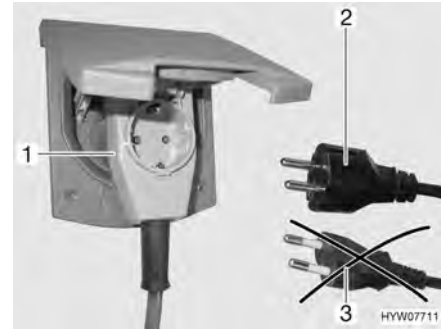

Fig. 103 Collegamento ad un connettore ad angolo provvisto di presa
- ▶ Se si impiega un connettore ad angolo CEE 17 provvisto di una presa integrata sulla parte posteriore (Fig. 103,1), utilizzare esclusivamente una spina IP 44 gommata e sigillata con contatto di terra (Fig. 103,2). Non utilizzare spine senza contatto di terra (Fig. 103,3). Pericolo di scarica elettrica!